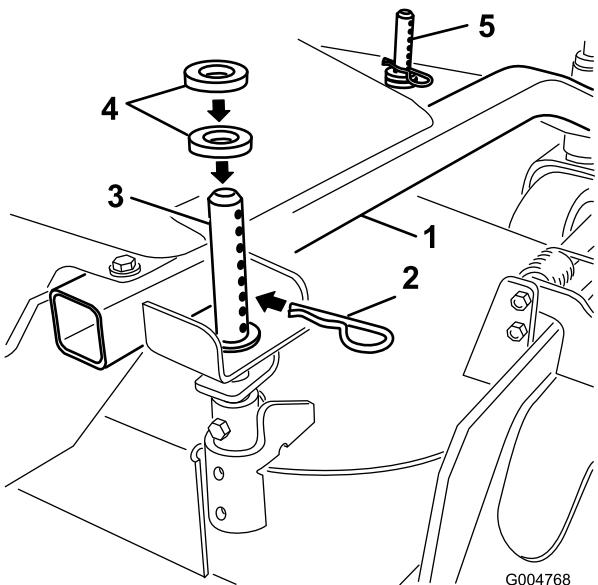

Figure 14
1. Choisissez le trou et le nombre d'entretoises correspondant à la hauteur de coupe voulue (Figure 14).
2. À l'aide de la poignée, soulevez le côté du tablier de coupe et enlevez la goupille fendue (Figure 14).
3. Ajoutez ou enlevez des entretoises selon les besoins, alignez les trous et insérez les goupilles fendues (Figure 14).